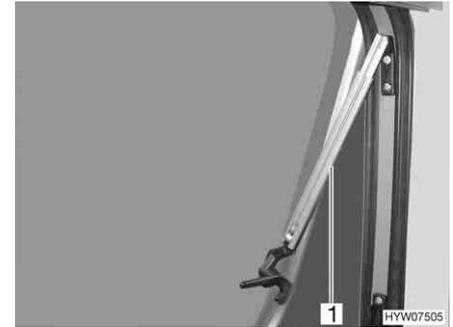

Bild 60 Ausstellfenster mit Automatik-Ausstellern, geöffnet
- Ausstellfenster bis zur gewünschten Raststellung öffnen. Der Automatik-Aussteller (Bild 60,1) rastet selbstständig ein.